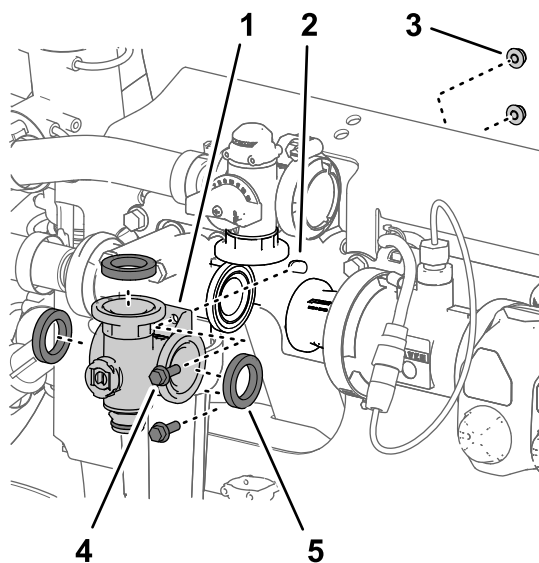

Рисунок 105
- Выверните 2 болта с фланцем ($\frac{1}{4} \times \frac{3}{4}$ дюйма) и 2 фланцевые контргайки ($\frac{1}{4}$ дюйма), с помощью которых коллектор клапана перемешивания подсоединен к опоре клапана (Рисунок 105).
- Снимите коллектор клапана перемешивания и прокладки с машины (Рисунок 105).